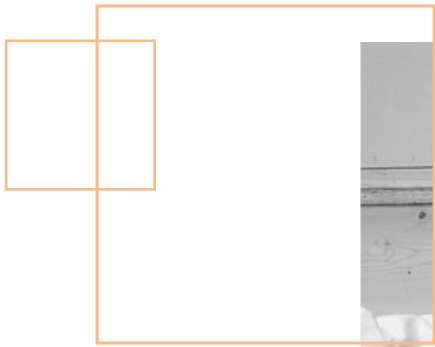

Bild 4.10:
- Genaues Ausrichten des oberen und unteren Wandelements zueinander mittels Wasserwaage oder Richtscheit (siehe Bild 4.10).